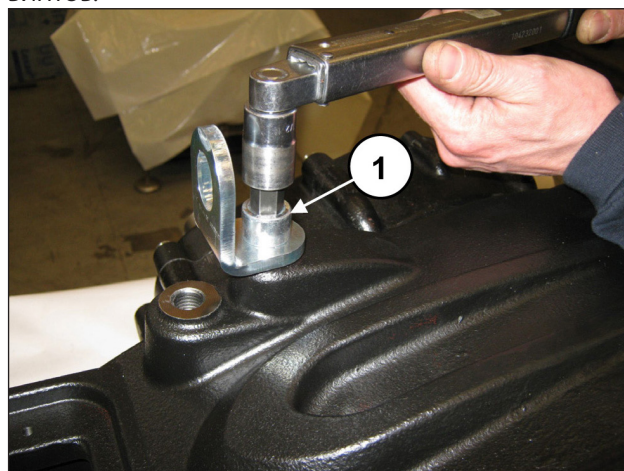

Рис. 95
Вставьте шпонку 14x9x60 в шестерню. Установите пробки и подъемные скобы с помощью специальных винтов M16x30 (поз. ①, Рис. 95). Откалибруйте винты с помощью динамометрического ключа, как указано в главе 3 КАЛИБРОВКА ЗАТЯЖКИ ВИНТОВ.